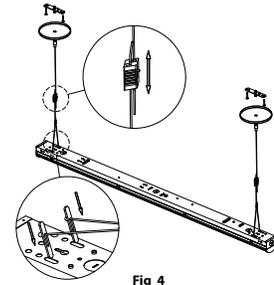
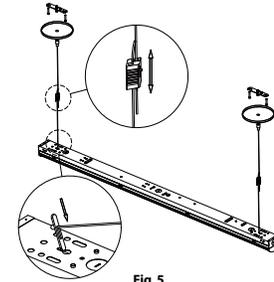

Fig 4
Fig 5
1. Please refer to Fig 4 and fig 5, select the hanging kit and install them to fixture as shown. Veuillez vous référer aux figures 4 et 5, sélectionnez le kit de suspension et installez-le sur le luminaire comme indiqué.